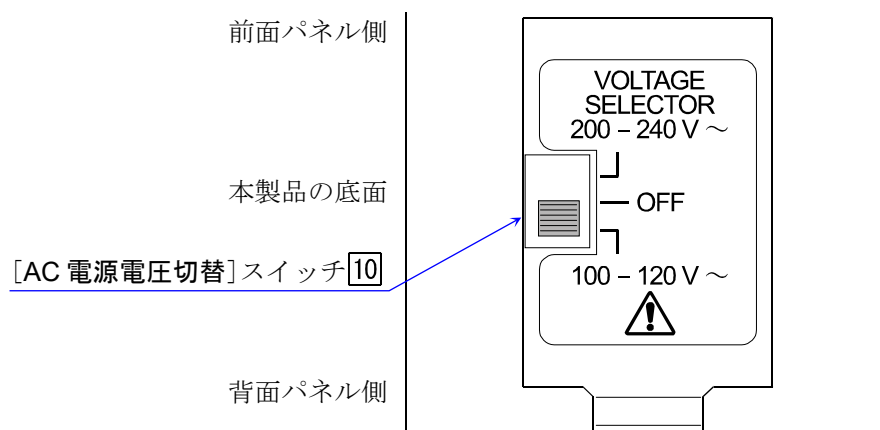

図 36 AC電源電圧選択スイッチ
1. [電源]スイッチ⑩をOFFにして、電源ケーブルおよび入出力ケーブルを本製品から外してください。
2. 「**図 36 AC電源電圧選択スイッチ**」のように本製品の底面に[AC電源電圧切替]スイッチ⑩があり、AC100V系(AC100～120V)または、AC200V系(AC200～240V)に切り替えができます。使用するAC電源電圧にスイッチを切替えてください。